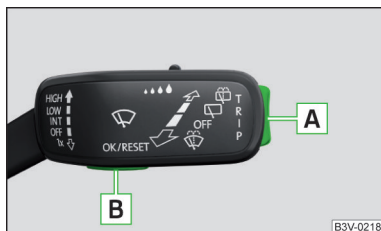
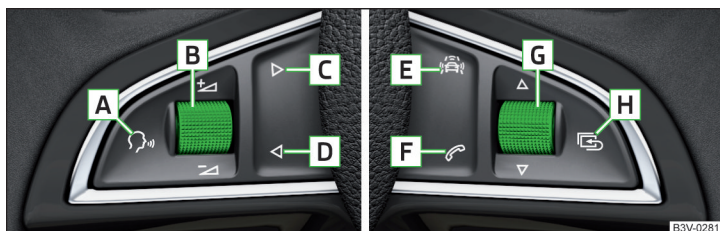

Fig. 30
Fig. 31 Tasti/manopole di regolazione: sul volante multifunzione
▶ Premere a lungo il tasto **A** sulla leva di comando » fig. 30 a pag. 45.
▶ Premere a lungo la manopola di regolazione **G** sul volante multifunzione » fig. 31 a pag. 45.
I menu possono essere utilizzati tramite i tasti sulla leva di comando » fig. 30 a pag. 45 o sul volante multifunzione » fig. 31 a pag. 45.
Ruotando successivamente la manopola di regolazione **G** » fig. 31 a pag. 45, sul volante multifunzione sarà visualizzato il menu **Ultime destinaz.**
- Ruotare la manopola di regolazione **[G]** > fig. 31 a pag. 45.